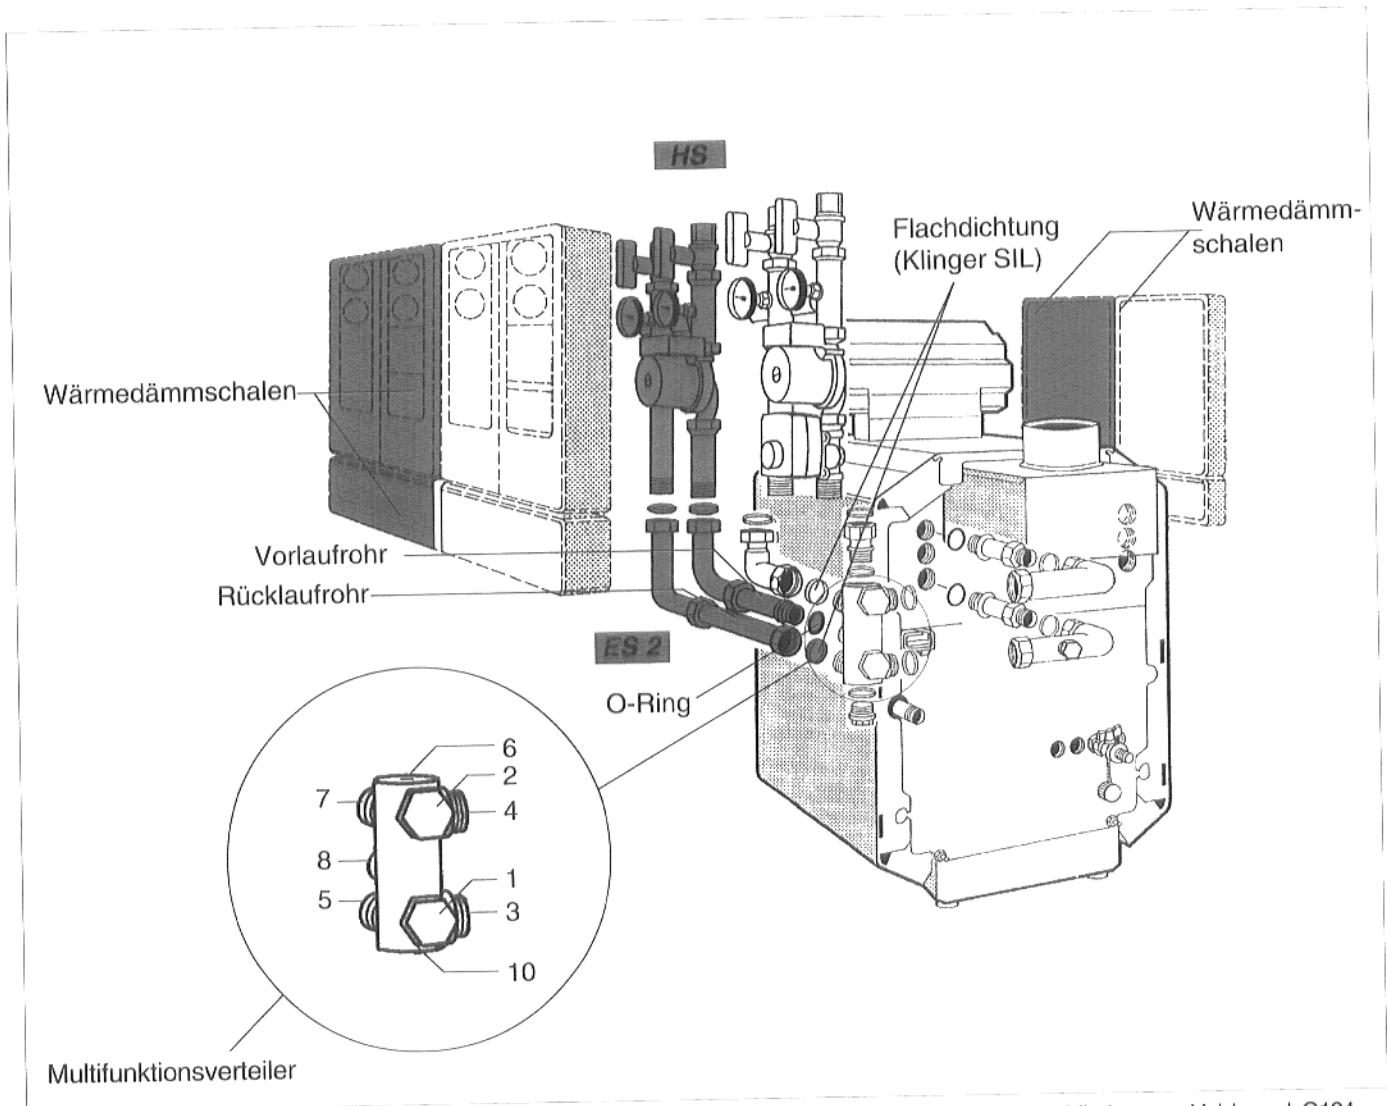

Abb. 11 Parallel Rechtsanbau; Heizkessel-Anschluß-Set mit Multifunktionsverteiler, Heizkreisset mit / ohne Mischer am Heizkessel G134
- O-Ring über den Gewindeanschluß des Vorlaufrohres schieben. Vorlaufrohr in den Abgang Nr. 8 im Multifunktionsverteiler einschrauben (Abb. 11).
- Flachdichtung, entsprechend Abb. 11 in die Verschraubung des Rücklaufrohres einlegen und das Rücklaufrohr auf den Abgang Nr. 5 des Multifunktionsverteilers anschrauben (Abb. 11).
- Flachdichtungen in die Verschraubungen des Vor- und Rücklaufbogens einlegen (Abb. 11).
- Heizkreisset mit Mischer (HSM) / ohne Mischer (HS) entsprechend Abb. 11 aufschrauben.
- Alle Verschraubungen auf Dichtheit prüfen. Wärmedämmschalen entsprechend Abb. 11 von beiden Seiten auf den Multifunktionsverteiler, das Ergänzungs-Set und die Heizkreis-Sets aufschieben.